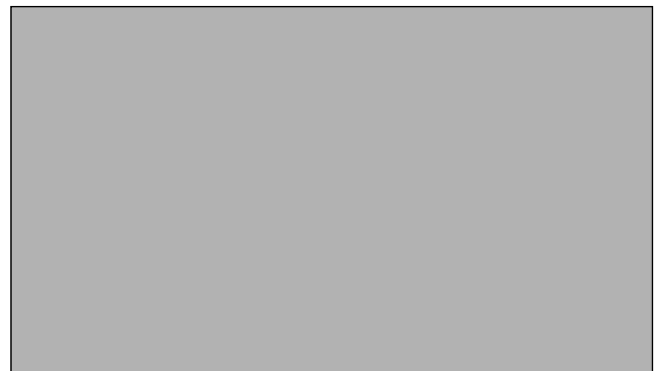

Рис. 7 Манометр для закрытых установок
- ▶ Осторожно откройте водопроводный кран и медленно заполните отопительную систему. При этом наблюдайте за показаниями манометра (→ рис. 7, стр. 9).